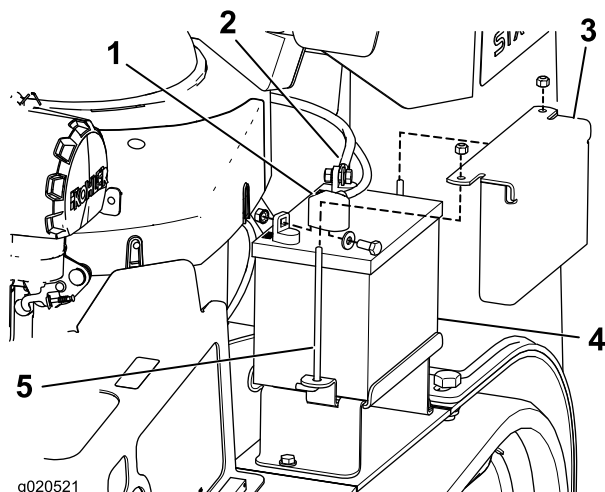

Figura 42
3. Togliete il cappuccio di gomma nero dal cavo negativo. Staccate il cavo negativo della batteria dal morsetto negativo (-) della batteria (Figura 42).
4. Sfilate la guaina rossa del morsetto dal morsetto positivo (rosso) della batteria. Togliete quindi il cavo positivo (rosso) della batteria (Figura 42).
5. Rimuovete la piastra di tenuta, i bulloni a J e i dadi di bloccaggio che fissano la batteria (Figura 42) e rimuovete la batteria.
1. Posizionate la batteria nella macchina (Figura 42).
3. Montate innanzi tutto il cavo positivo (rosso) della batteria sul morsetto positivo (+) della batteria con un dado, una rondella e un bullone.(Figura 42). Infilate il cappuccio di gomma sul polo.
4. Montate quindi il cavo negativo della batteria e il filo di messa a terra sul morsetto negativo (-) della batteria con un dado, una rondella e un bullone.(Figura 42). Infilate il cappuccio di gomma sul polo.